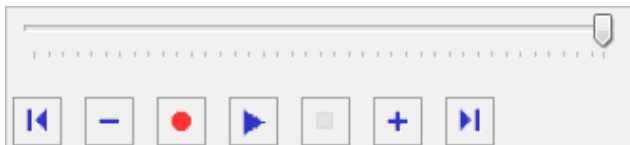

Рис. 166. Окно Анимация
- В окне **Анимация** (рис. 166) щелкните по кнопке  — воспроизвести анимацию.